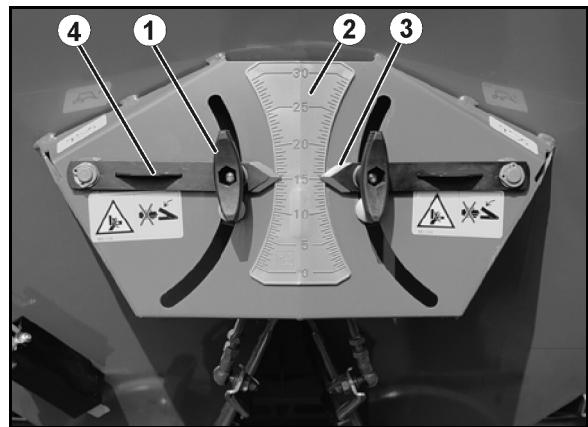

Fig. 60
2. Løsne vingemutteren (Fig. 60/1).
3. Finn skalaverdien for spjeldstillingen som er hentet fra spredetabellen eller som er fastslått med dreieprøveutstyret på skalaen (Fig. 60/2).
4. Still avlesekanten (Fig. 60/3) til de to stillspakene (Fig. 60/4) på denne skalaverdien.
5. Trekk vingemutteren (Fig. 60/1) godt til igjen.